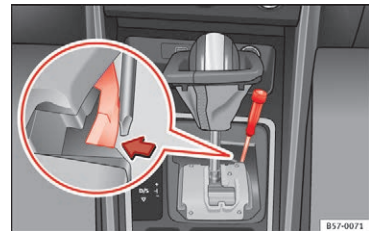

Fig. 54 Gearvælger: nødoplåsning fra parkeringsposition
- Tryk i siden på den gule udløserknop ved hjælp af skruetrækkeren, og hold den inde »» **Fig. 54.**